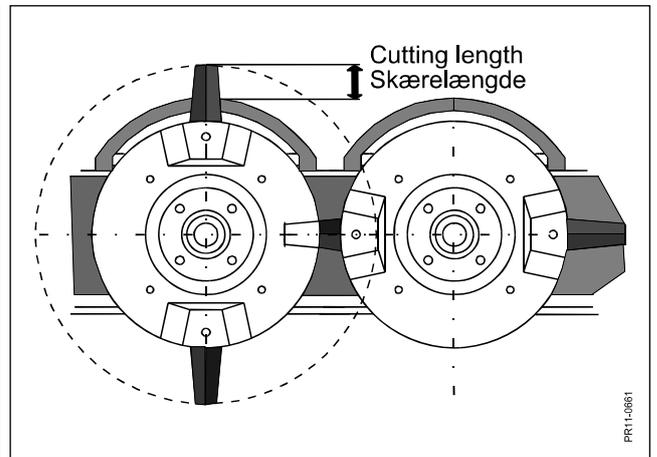

Fig. 3-3
**Fig. 3-3** Die Schnittlänge eines Messers wird bei dem Abstand von der Kante des Steinauslösers bis zum Ende von jedem Messer definiert. Je größer die Schnittlänge pro Messer, je größer auch die maximale Arbeitsgeschwindigkeit des Schneidwerkes, ehe es zu einem unregelmäßigen Abschneiden kommt.